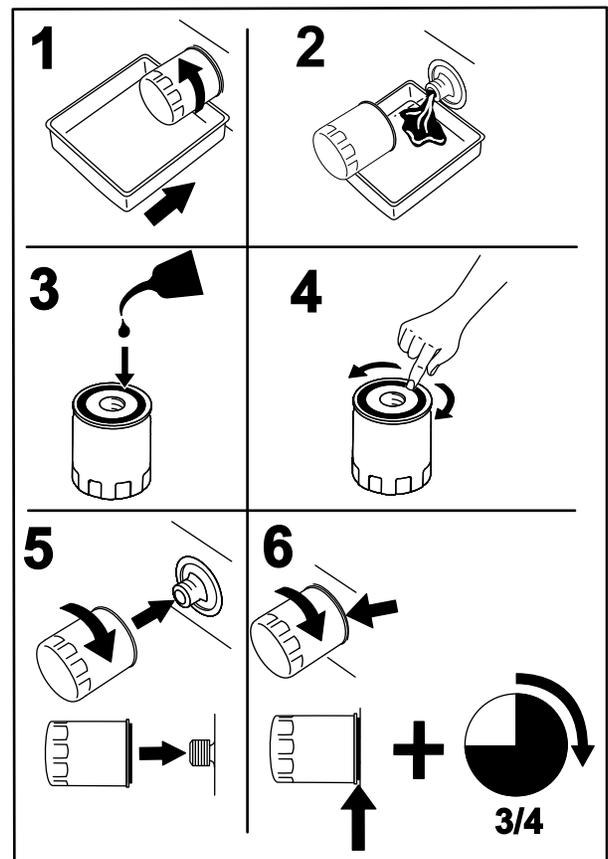

Figure 44
3. Remplacez le filtre à huile moteur (Figure 44).